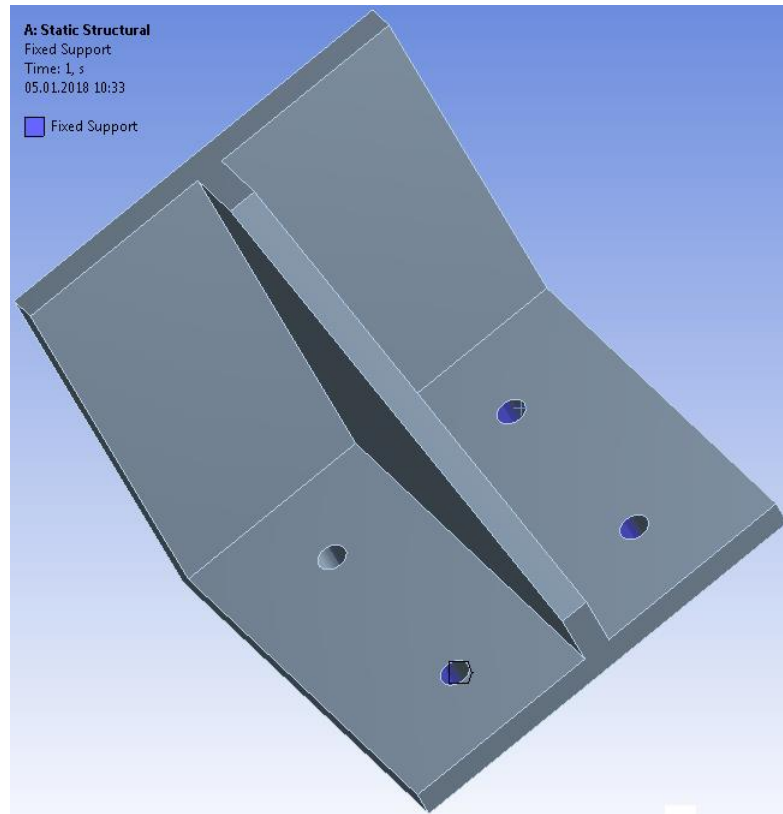

Рисунок 5.14 – Пример закреплений по варианту №2
- 20) Жестко закрепить внутреннюю поверхность, но уже только 3-х отверстий (рисунок 5.14). Для этого нажать **правой** клавишей мыши по пункту «Analysis Settings» («настройки анализа») и выбрать цепочку команд «Insert» – «Fixed Support» («Вставить» – «Жесткое закрепление»).